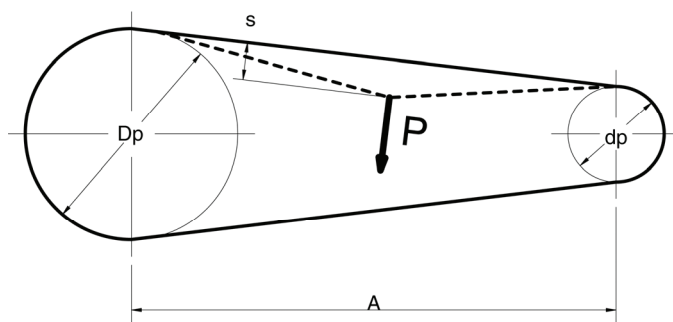

Рис. 27 Прогиб клиновидного ремня
1. Измерить расстояние между осями дисков (размер А рис.27).
2. Измерить силу Р, необходимую, чтобы прогнуть ремень на S=16 мм на каждый погонный метр расстояния между осями, приблизительно посередине расстояния между осями (рис.27).
Новые ремни следует натянуть таким образом, чтобы требуемая сила  $P$  (рис. 27) как можно больше совпадала со значением  $P$ , указанным в таблице 18.